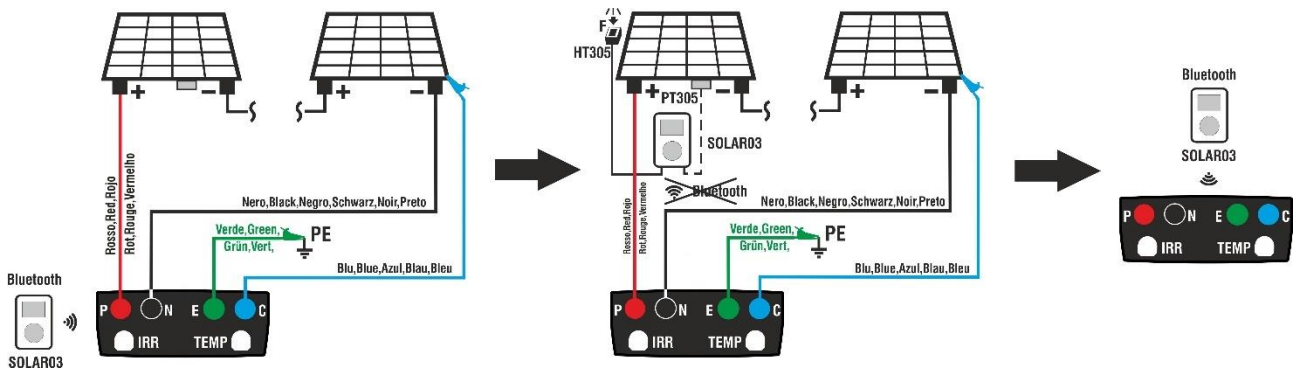
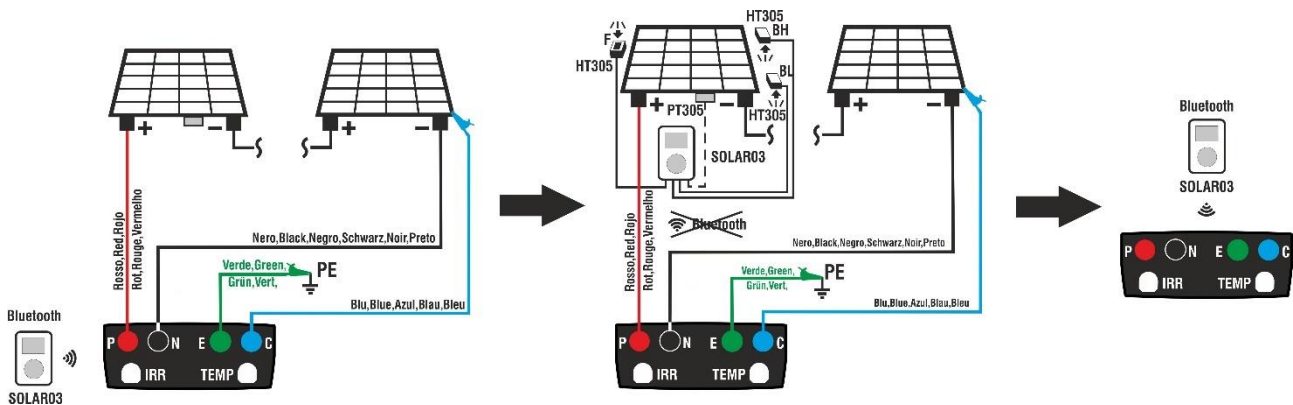

Fig. 14: Uso con SOLAR03 en registro sincrónico en módulos Monofaciales
Fig. 15: Uso con SOLAR03 en registro sincrónico en módulos Bifaciales
2. Conecte el instrumento al módulo/string en pruebas y eventualmente al nodo principal de tierra de la instalación y a las masas metálicas puestas a tierra como se muestra en Fig. 14 (módulos Monofaciales) o Fig. 15 (módulos Bifaciales). En particular:
- **En el caso de módulos Bifaciales** → posicione las **3 células de referencia HT305** sobre el plano frontal del módulo (**F**), sobre la parte superior trasera (**BH=BackHigh**) y sobre la parte inferior trasera (**BL=BackLow**) del módulo. Conecte la célula de referencia frontal (F) en la entrada “**INP1**”, la célula de referencia BH en la entrada “**INP2**”, la célula de referencia BL en la entrada “**INP3**” y **eventualmente** la sonda de temperatura **PT305** en la entrada “**INP4**” de la unidad remota. De acuerdo con la norma IEC/EN60904-1-2, el instrumento calcula el valor de irradiancia frontal equivalente ( $Irr_{eq}$ ) que corresponde a la irradiancia en el plano frontal produciendo los mismos efectos que la irradiancia detectada en ambas caras teniendo en cuenta el coeficiente de bifacialidad ( $\phi$ ) del módulo según la siguiente relación:
4. Acerque la unidad remota SOLAR03 al instrumento como se muestra en la Fig. 14 o Fig. 15 – parte izquierda
7. Sitúe la unidad remota en cercanía de los módulos y conecte las sondas de irradiación/temperatura como se muestra en la Fig. 14 o Fig. 15 – parte central. **Habiendo ya iniciado el registro sobre la unidad remota SOLAR03 no es necesario mantener la conexión Bluetooth.** El conexionado (si es posible) permitirá solamente poder tener inmediatamente el resultado de la prueba sin esperar a terminar la sesión de medidas